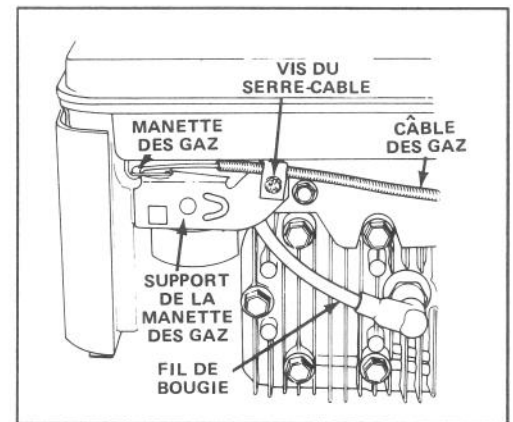
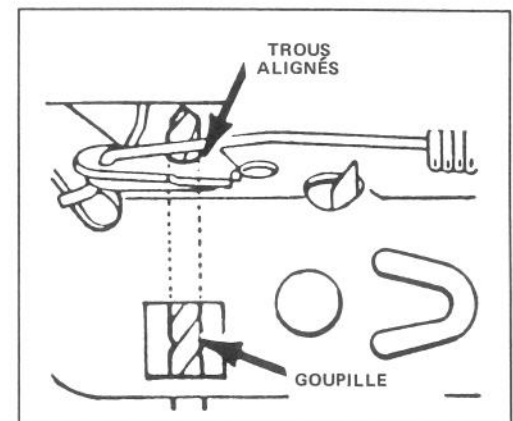

Figure 21
Figure 22
1. ⚠ Assurez-vous que le moteur est arrêté et que le fil de haute tension est débranché de la bougie (Fig. 21).
3. Desserrer la vis du serre-câble de façon à permettre au câble de glisser (Fig. 21). Aligner les trous de la manette des gaz sur ceux du support au moyen d'une goupille de 3 mm (0,21 pouce) de diamètre (Fig. 22). Resserrer la vis du serre-câble pour conserver le réglage du câble.
1. Arrêtez le moteur et enlevez la clé du commutateur ou débranchez le câble de la bougie (Fig. 21).
1. Arrêtez le moteur et débranchez le fil de la bougie (Fig. 21).